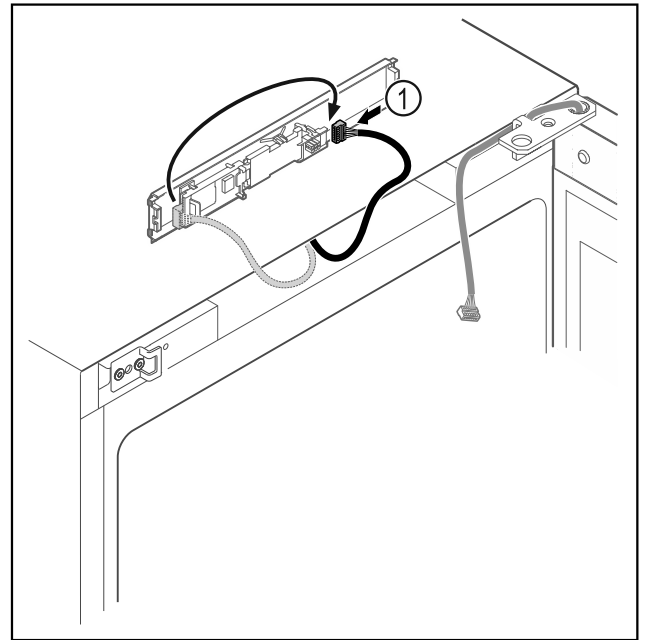

Fig. 19
- Lidhni spinën Fig. 19 (1) në qark në anën tjetër.